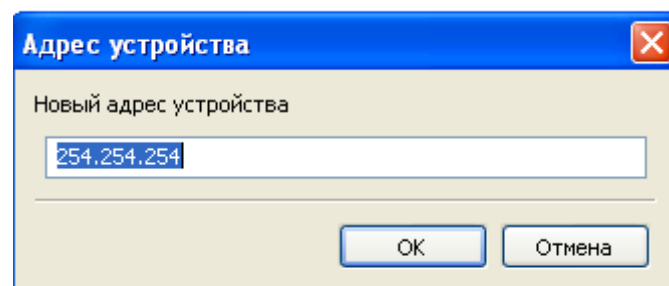

Рисунок 9. Окно "Адрес устройства"
- кнопка «**Установить адрес...**». В режиме работы «По ширококвещательному адресу» позволяет установить сетевой адрес СИ. Для установки адреса необходимо нажать кнопку "Установить адрес ..." и в открывшемся окне ввести новый адрес - три группы цифр по три цифры в каждой группе, разделенных точкой [2] (Рисунок 9). Диапазон значений в каждой группе - от 002 до 254. Кликнуть "Ок". Новый адрес будет записан в энергонезависимую память СИ. При этом параметру «дата корректировки параметров» автоматически присваивается значение текущей даты. В режиме работы Программы «По заданному адресу» кнопка «Установить адрес ...» неактивна;